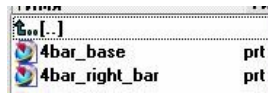

рис.16
•В удобном для вас месте создайте пустую директорию **First_Prim**, и скопируйте туда эти две детали (рис.16).